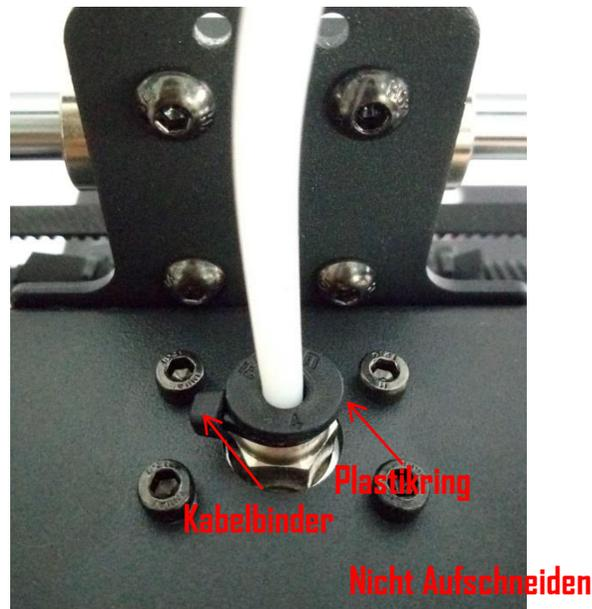

Abbildung 5
(3) Abb.5, Kunden können feststellen, dass ein Ring mit einem Kabelbinder direkt unter dem Plastikring der Schnellkupplung angebracht ist. Schneiden Sie ihn nicht ab. Schneiden Sie diesen Kabelbinder nur dann ab, wenn Sie den Hotend austauschen oder reparieren.